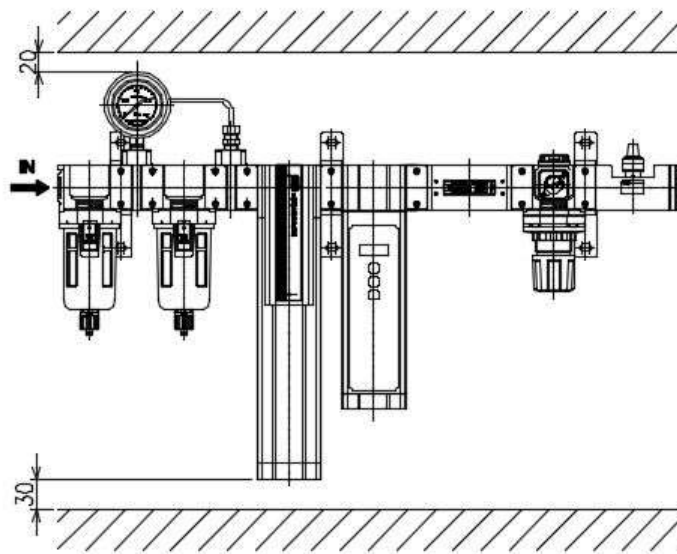

図 4
- 4) 分解掃除の際、部品が取り外しできる様に上 20mm 以上、下 30mm 以上のスペースを取っておいてください。(図 4 参照)